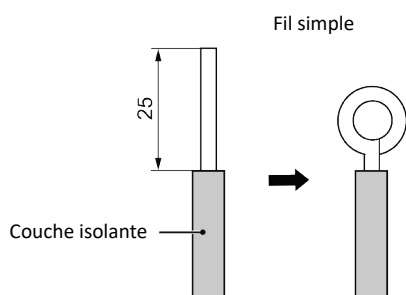
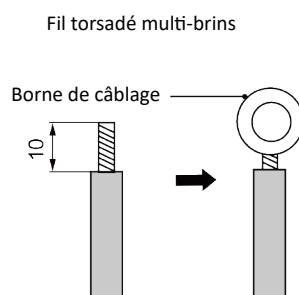

Fig.5.1
Fig. 5.2
(1) Connexion du fil (comme indiqué sur la Fig. 5.1)
- ① Dénudez environ 25 mm d'isolation de l'extrémité du fil à l'aide d'un outil de dénudage et de coupe.
- ② Retirez les vis de câblage sur le bornier.
- ③ Faites passer la queue du fil dans l'anneau à l'aide d'une pince à long bec et maintenez le calibre de l'anneau conformément à la vis.
- ④ Utilisez le tournevis pour serrer le bornier.
(2) Connexion du fil toronné (comme indiqué sur la Fig. 5.2)
- ① Dénudez environ 10 mm d'isolation de l'extrémité du fil toronné à l'aide d'un outil de dénudage et de coupe.
- ② Desserrez les vis de câblage sur le bornier.
- ③ Insérez le fil dans la cosse à anneau et serrez à l'aide de l'outil de sertissage.